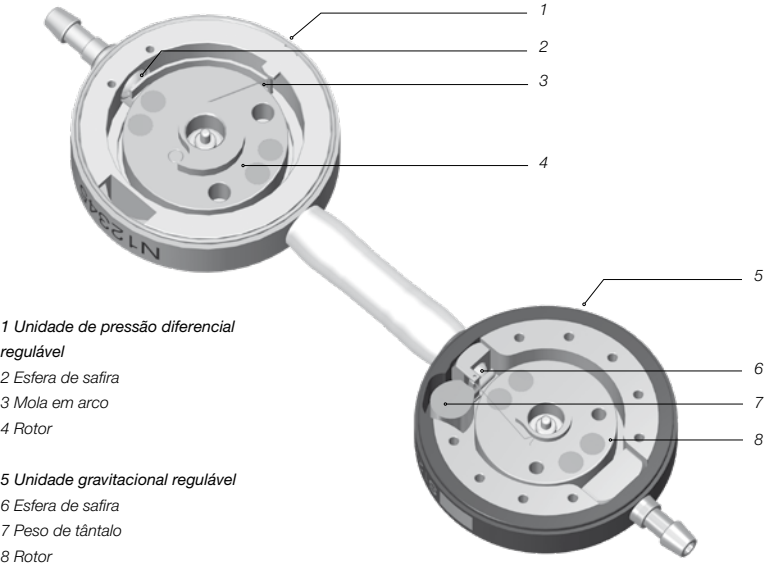

Fig. 1: secção transversal da M.blue plus
A *M.blue plus* é uma válvula fabricada em titânio. É composta por uma unidade de pressão diferencial regulável (designada a seguir também por *proGAV 2.0*) e uma unidade gravitacional regulável (a seguir designada também *M.blue*) (fig. 1). A unidade de pressão diferencial regulável na parte proximal da válvula (1) é composta por um corpo de titânio resistente, na parte dianteira do qual está integrada uma válvula de esfera/cone (2), de qualidade comprovada. Uma mola em arco (3) determina a pressão de abertura desta unidade. A tensão prévia da mola e, conseqüentemente, a pressão de abertura da válvula podem ser ajustadas rodando um rotor (4) através da pele. A unidade gravitacional (5) regulável possui um peso de tântalo (7) que segura uma esfera de safira na sede da esfera por meio de uma ala-